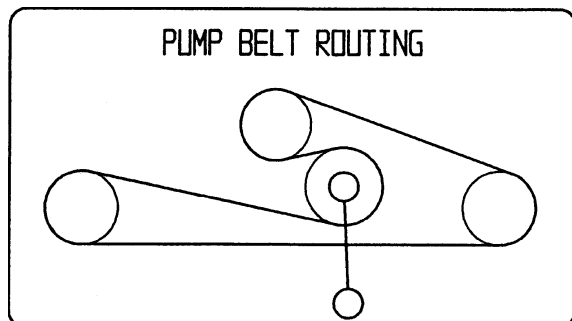

Figure 55
1. Abaissez la poulie de tension rappelée par ressort et enlevez la courroie des poulies du moteur et de la pompe hydraulique (Figure 55). Retirez la courroie entre les poulies.
2. Montez la courroie neuve sur les poulies du moteur et des pompes hydrauliques (Figure 55).
3. Abaissez la poulie de tension rappelée par ressort et alignez-la sous la courroie de transmission, puis relâchez-la (Figure 55).